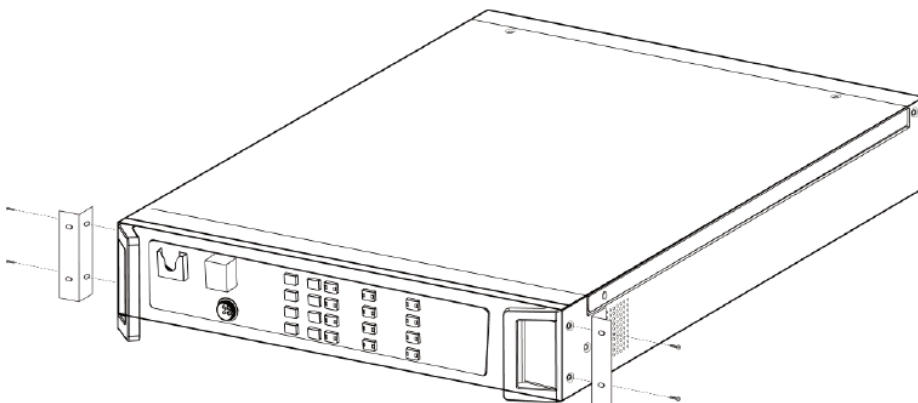

Figura 11 Diagrama esquemático de la instalación del soporte del ZS-2000M
2. Instale soportes en los lados izquierdo y derecho del ZS-2000M, como se muestra en la Figura 11.
4. Instale soportes en los lados izquierdo y derecho del ZS-1500/ZS-2250/ZS-4125, como se muestra en la Figura 11.